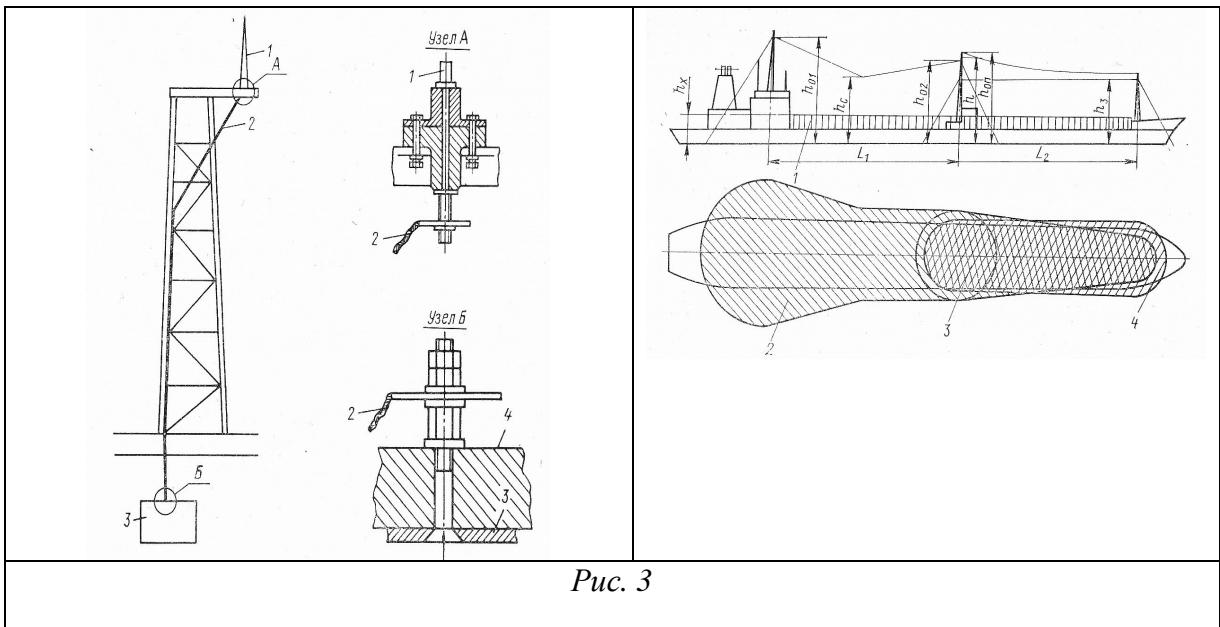

Рис. 3
3. Назвать элементы судового молниезащитного устройства, их назначение, особенности подключения, назвать зоны молниезащиты на судне (рис.3)